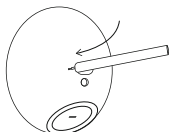

Fig. 10: pulsante reset su Bloom Lab
1. Per reimpostare il dispositivo amministratore premere il pulsante reset sulla base del dispositivo (Fig. 10).
Per resettare Bloom Lab, premere il pulsante reset sulla base del Bloom Lab per almeno 5 secondi (Fig. 10).